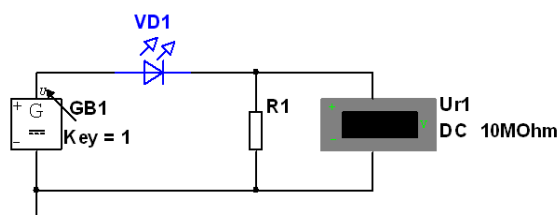

Рис. 1.1 Схема для исследования вольт-амперной характеристики диода
- 1.9. Соединить указателем мыши выводы компонентов как показано на рис. 1.1.